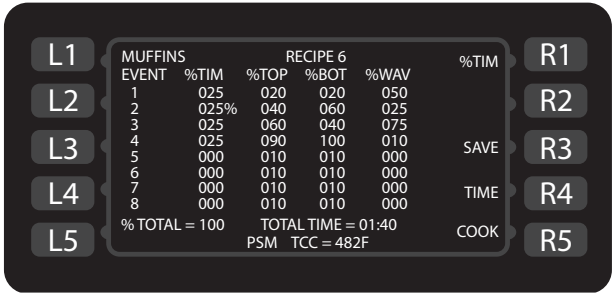

Figura 20: Pantalla para editar receta
- 5. En la pantalla “Recipe Edit” [editar receta] (Figura 20), edite el nombre del grupo de alimentos:
- 5. Use la tecla hacia abajo para mover el cursor al campo deseado “Event Setting” [ajuste de evento] (Figura 20).
- NOTA: El campo seleccionado actualmente aparecerá en la esquina superior derecha de la pantalla. En la Figura 20, el cursor está en la columna % Time [% tiempo].